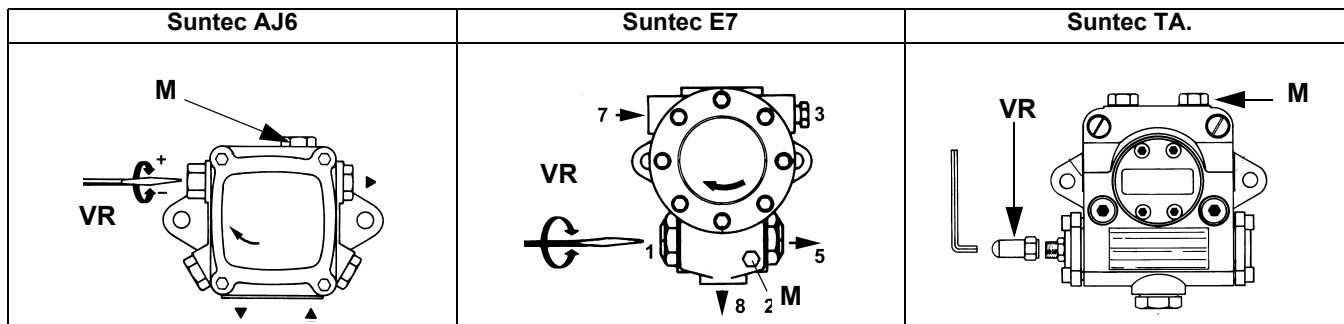
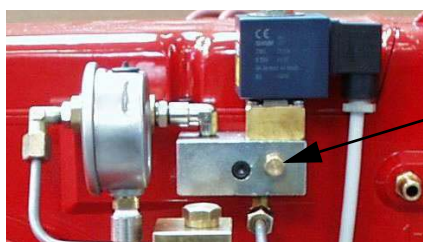

Fig. 27
Fig. 28
- 3 sfiatare l'aria dall'attacco (**M**) manometro della pompa (Fig. 27), allentando leggermente il tappo, senza toglierlo; quindi rilasciare il contattore.
- 5 La pressione di alimentazione ugello è già pre-tarata in fabbrica e non deve essere cambiata. Solo se necessario, regolare la pressione di alimentazione (vedi relativo paragrafo) nel modo seguente: inserire un manometro nella posizione indicata in Fig. 28 agire sulla vite di regolazione **VR** della pompa (vedi Fig. 27) fino ad ottenere una pressione all'ugello pari a 20 bar (ugelli Monarch o ugelli Bergonzo - vedere grafici a pag. 37);